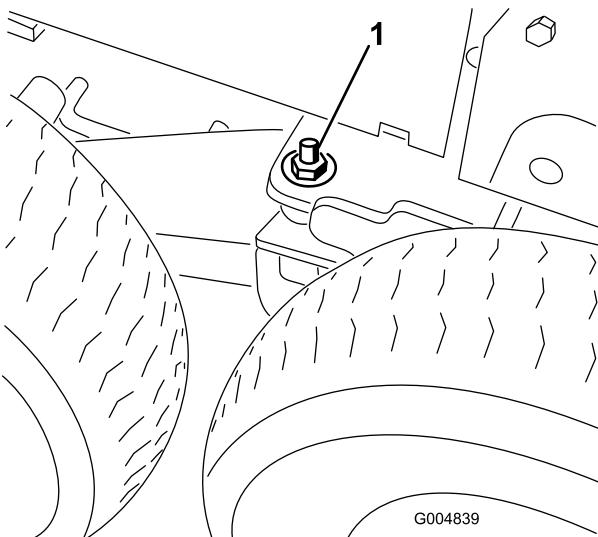

Figure 129
3. Desserrez et retirez le contre-écrou et la rondelle plate de l'assemblage soudé du pivot de bogie (Figure 129).
7. Placez des rondelles plates (1/2 po) et des contre-écrous sur le goujon de pivot du bogie (Figure 129).